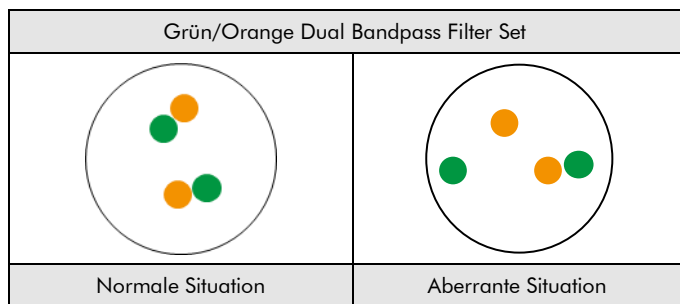

Abb. 2: Zu erwartende Ergebnisse in normalen und aberranten Zellkernen
**Normale Situation:** In Interphasen von normalen Zellen oder Zellen ohne eine Translokation der ZNF384-Genregion erscheinen zwei grün/orange Fusionssignale (siehe Abb. 2).
**Aberrante Situation:** Eine von einer Translokation betroffene ZNF384-Genregion wird durch ein separates grünes Signal und ein separates oranges Signal gekennzeichnet (siehe Abb. 2).